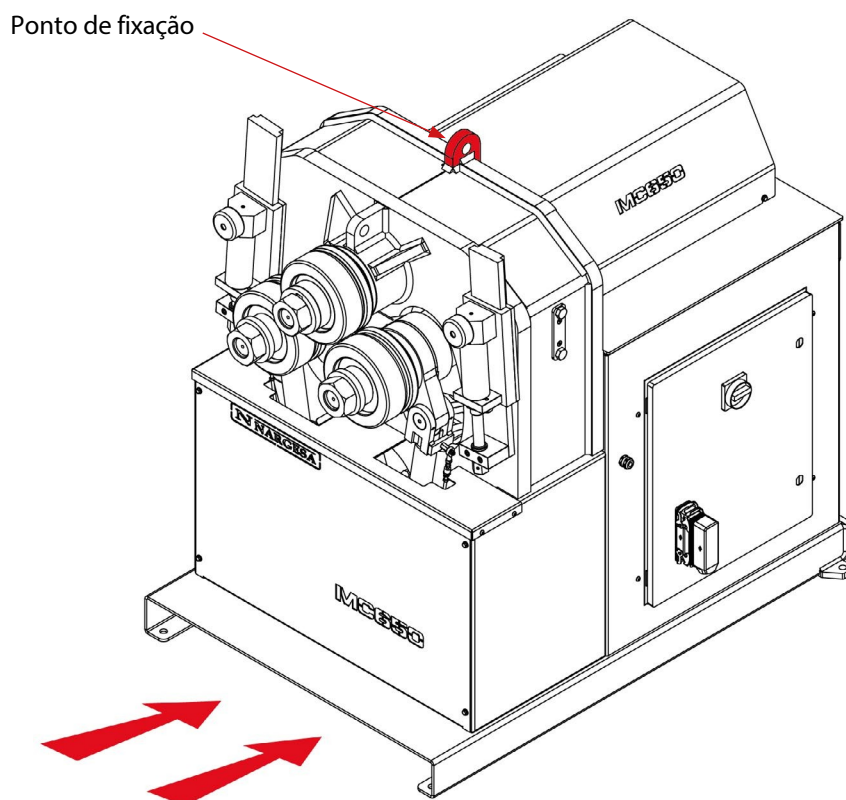

Figura 4. Transporte da máquina
- Pela parte superior da máquina, a partir do ponto de fixação destinado a esse efeito definido na figura 4, utilizando uma grua ou empilhador.